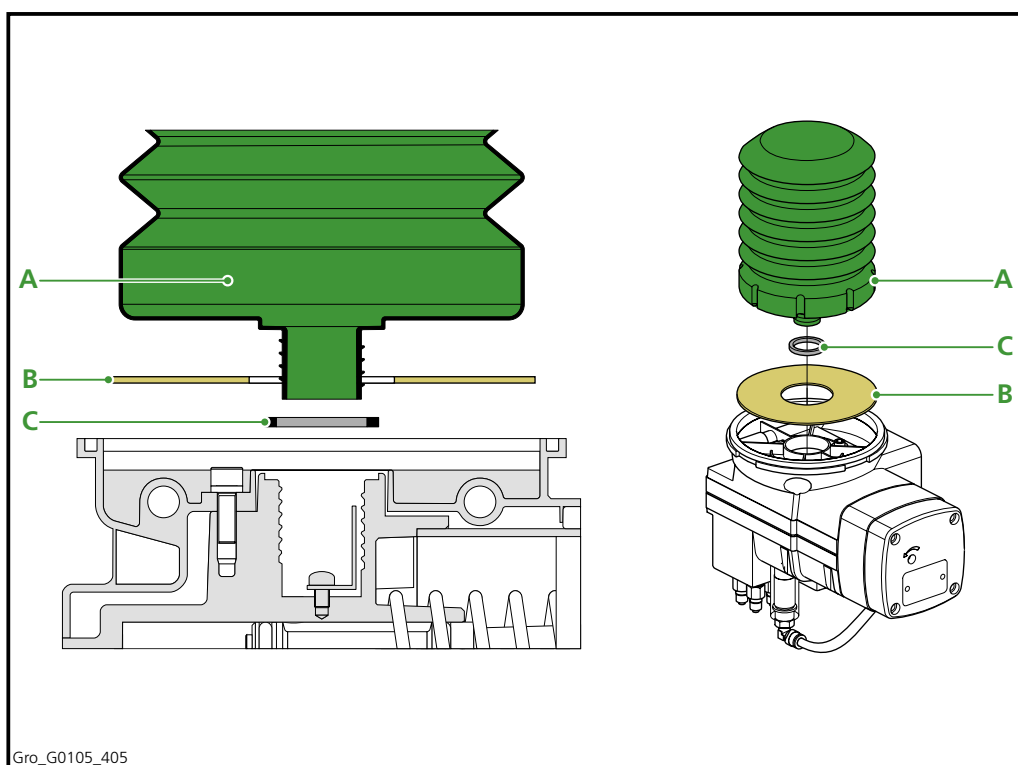

Fig 4.6 Guarnizione in gomma e disco in cartone
3. Rimuovere e sostituire la guarnizione in gomma (Fig 4.6.C) e il disco in cartone (Fig 4.6.B) con gli elementi forniti in dotazione alla nuova cartuccia. Assicurarsi di montare la cartuccia con una sola guarnizione in gomma.